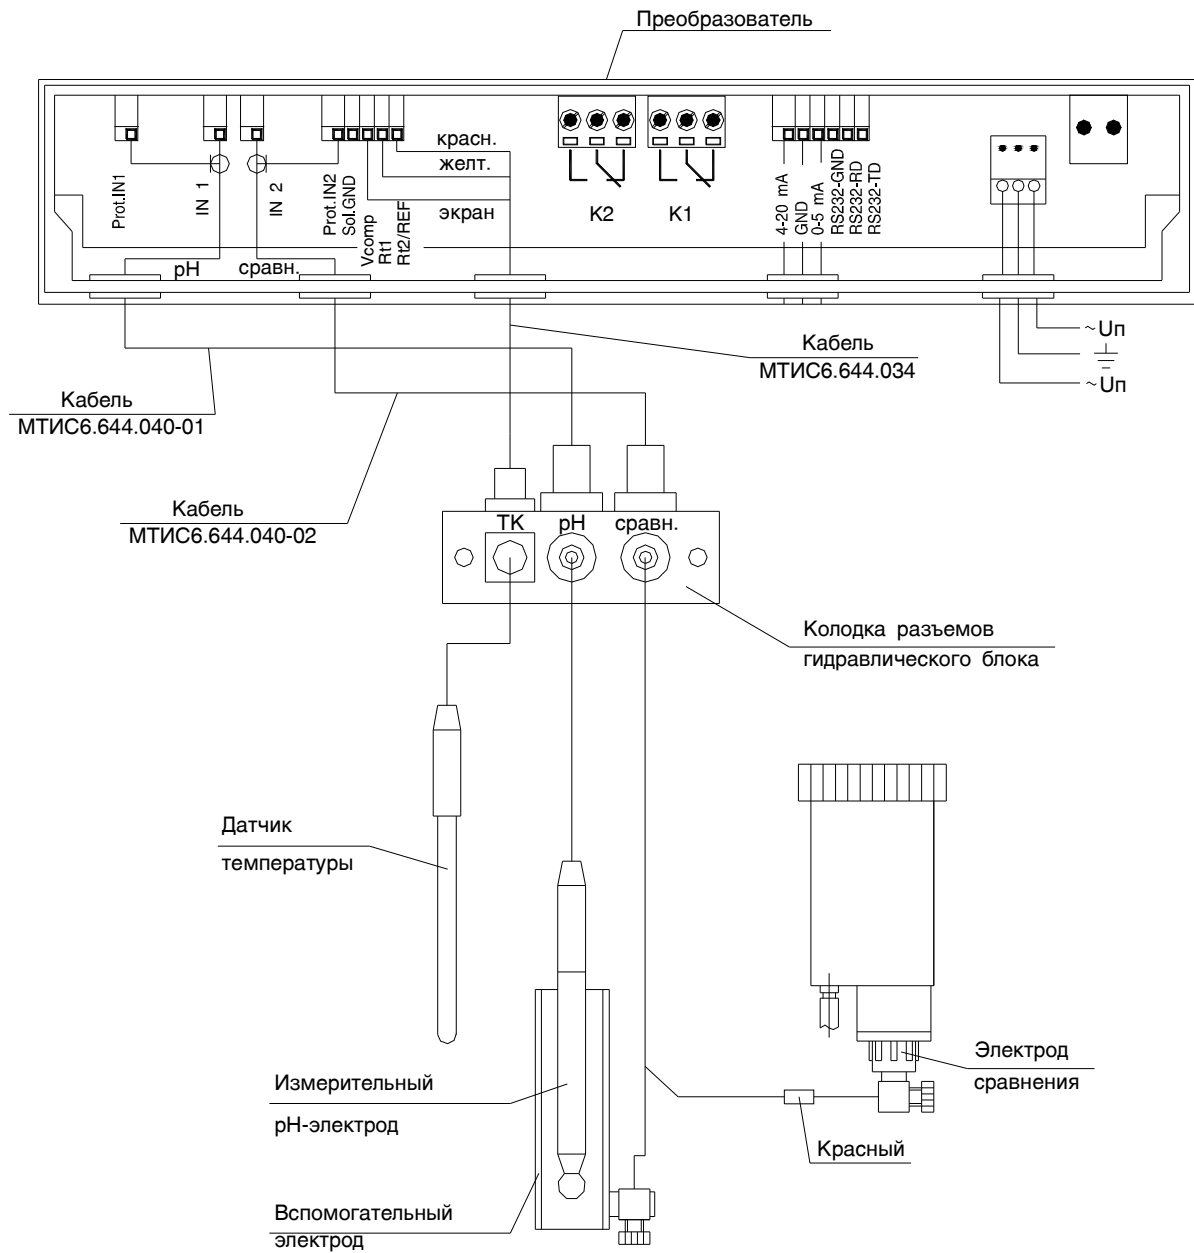

Рисунок 1 – Схема дифференциального подключения гидроблока к преобразователю.
3.3 Монтаж электрических соединений составных частей комплекса производится в соответствии с дифференциальной схемой включения преобразователя (рисунок 1).